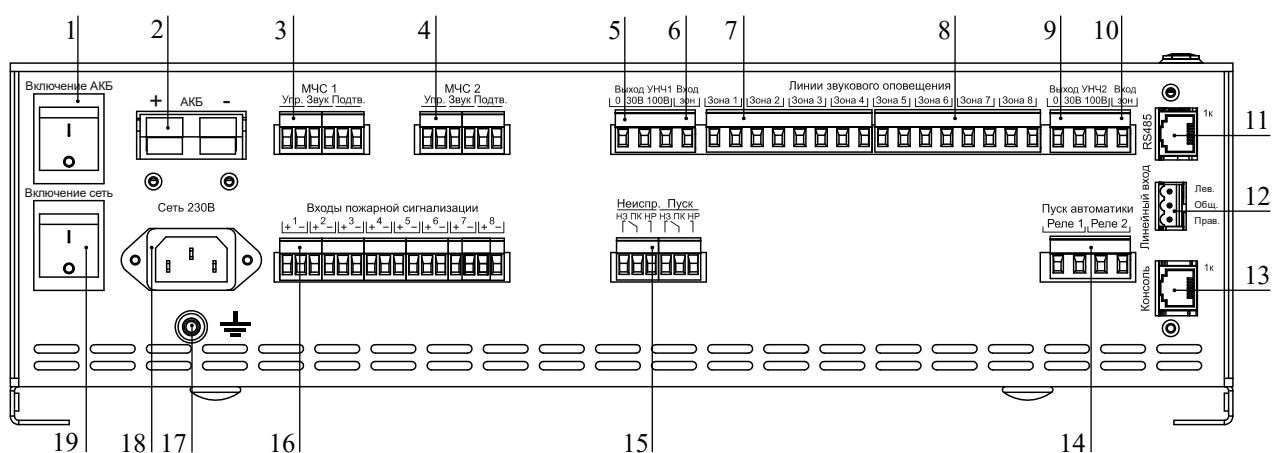

Рисунок 2 – Прибор управления «Тромбон ПУ-8К», вид со стороны задней панели.
Прибор «Тромбон ПУ-8К» имеет 8 входов пожарной сигнализации (Рисунок 2, поз. 16) для подключения к выходам ППКП (Прибора Приёмного Контрольного Пожарного). Выходы ППКП могут быть релейным или типа «открытый коллектор».
5.2.2 Цифровое подключение к сопряжённой комплексной системе безопасности через последовательный порт «RS485» (Рисунок 2; поз. 11). Подключение выполняется кабелем «Витая пара». Назначение контактов последовательного порта «RS485» приведено в Приложении 3.
Прибор имеет два специальных входа «МЧС 1» и «МЧС 2» (Рисунок 2, поз. 3, 4). Входы предназначены для стыковки с блоком централизованного запуска системы оповещения МЧС (БЦЗ системы П-166 или аналогичными). Входы выполнены в виде 6-контактного разъёма. Контакты «Упр.» данного разъёма – это логический вход управления прибором (реагирующий на замыкание контактов), контакты «Звук» - вход звукового сигнала с уровнем 0 дБ (0,775 В) от БЦЗ МЧС.
Для подключения удаленных консолей предназначен специальный порт «Консоль» (Рисунок 2, поз. 13). Порт выполнен в виде 8-контактного разъёма типа RJ45. К нему можно подключать до 8-и адресных удалённых консолей типа «Тромбон УК».
а) Разъём «Линейный вход» (Рисунок 2, поз. 12) предназначен для подключения к прибору источника звукового вещания и музыкальных программ. Вход стереофонический, используется только в режиме звукового вещания. Максимальное входное напряжение сигнала на данном входе – 250 мВ.
а) Для подключения линий звукового оповещения предназначены два 8-и контактных разъема «Линии звукового оповещения» (Рисунок 2; поз. 7, 8). Всего прибор имеет выходы для подключения восьми линий связи со звуковыми оповещателями с обеспечением контроля исправности. Контроль исправности может быть отключен программно. Схема подключения линий звукового оповещения к прибору «Тромбон ПУ-8К» приведена в Приложении 6.
в) Для выбора напряжения в линии оповещения зон 1, 2, 3 и 4 необходимо установить перемычку между контактом 30В или 100В» (Рисунок 2; поз. 5) разъема «Выход УНЧ1» и контактом «Вход зон» (Рисунок 2; поз. 6.). Аналогично, для зон 5, 6, 7 и 8 выбор напряжения выполняется перемычкой между требуемым контактом «Выход УНЧ2» (Рисунок 2; поз. 9) и «Вход зон» (Рисунок 2; поз. 10).
5.7 Разъём «Пуск автоматики» (Рисунок 2; поз. 14) предназначен для управления такими средствами пожарной автоматики, как световые знаки безопасности, эвакуационное освещение и замки эвакуационных выходов. Для управления этими средствами на разъеме выведены нормально разомкнутые контакты двух реле. Контакты реле замыкаются при переходе прибора в режим «Тревога». Схема подключения дополнительного оборудования к разъему «Пуск автоматики» прибора «Тромбон ПУ-8К» приведена в Приложении 7.
5.8 Разъём «Неиспр. Пуск» – вывод обобщённых сигналов «Неисправность» и «Пуск» (Рисунок 2; поз. 15). На данный разъём выведены контакты двух реле. Контакты реле «Авария» замкнуты у выключенного прибора или при обнаружении в системе оповещения неисправностей. Контакты реле «Пуск» замыкаются в режимах «Тревога», «Экстренный запуск» или «Трансляция МЧС».
5.9 Разъём «Сеть 230В» (Рисунок 2; поз. 18) предназначен для подключения прибора к сети питания переменного тока «230 В/50 Гц».
5.10 Разъём «АКБ» (Рисунок 2; поз. 2) предназначен для подключения к прибору источника резервного питания номинальным напряжением 24 В.